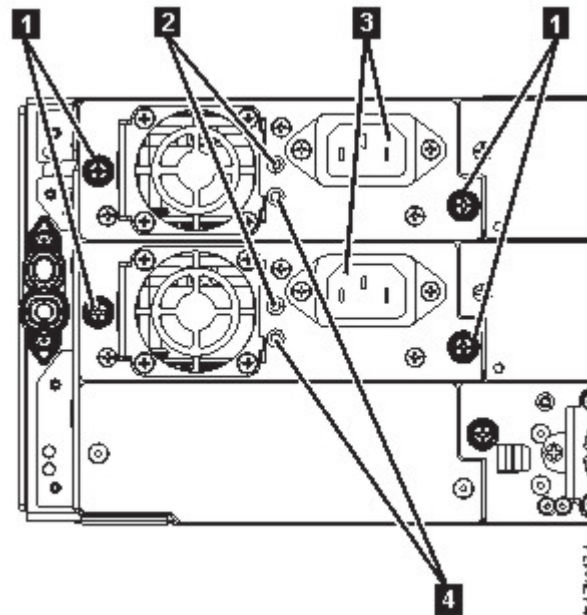

Abbildung 67. Netzteile
- Die weiße LED (**2** in Abb. 67 auf Seite 129) leuchtet auf.
- Die grüne LED (**4** in Abb. 67 auf Seite 129) ist ausgeschaltet.